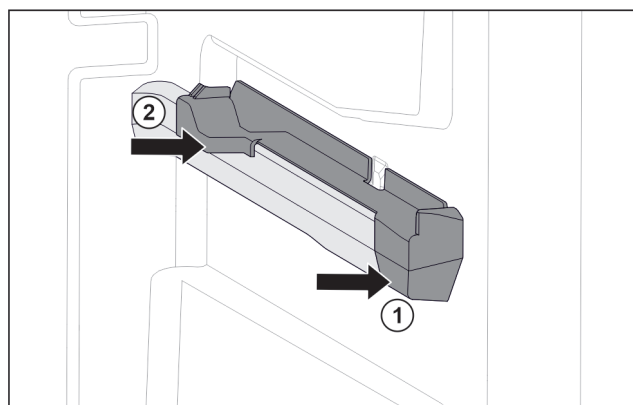

Fig. 63 Påsettsingsdel på høyre beholderribbe
- Sett på påsettsingsdel foran på beholderribben. Fig. 63 (1)
- Trykk på påsettsingsdel bak. Fig. 63 (2)